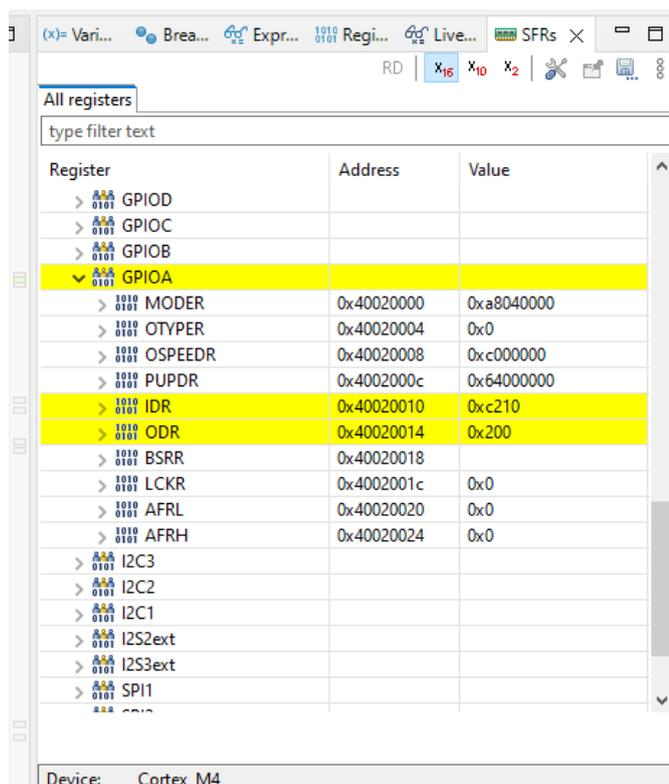

Рис.1.9 - Перегляд стану регістра ODR
4.5. У випадяючому списку регістрів порту GPIOA обрати регістр ODR. Продовжуючи виконання програми у покроковому режимі, відслідкувати зміну стану 9-го біту регістра ODR (рис. 1.9). Порівняти значення 9-го біту регістру та стан світлодіода на платі.